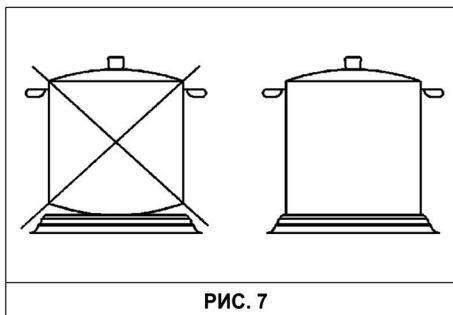

РИС. 7
- Всегда используйте кастрюли с плоским и очень толстым дном (см. рис. 7).